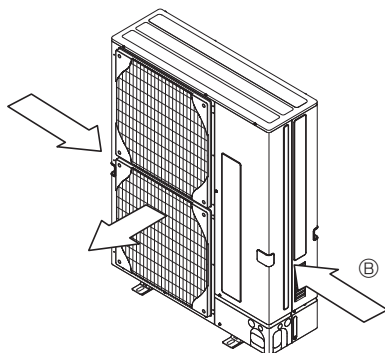

Fig. 2-5
- ③ Posicione a unidade de forma a que o ar seja libertado perpendicularmente à direcção do vento, se possível. (Fig. 2-5)